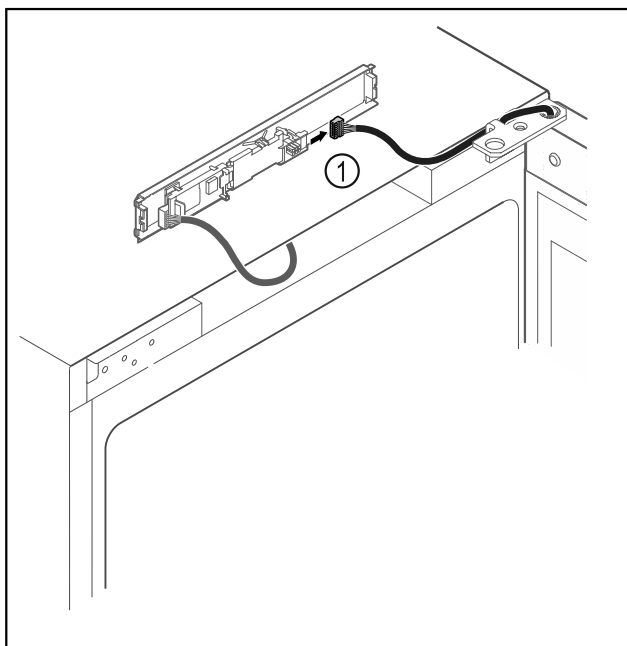

Fig. 7
- ▶ Отсоедините штекер Fig. 7 (1) от панели.